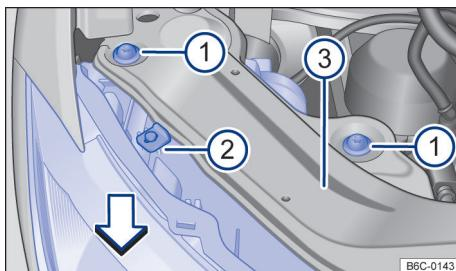

Fig. 128 No compartimento do motor: parafusos de fixação do farol dianteiro.
- Remover os parafusos de fixação → Fig. 128 ⓘ com o auxílio de uma chave torx.
- Mover o farol para frente, no sentido da seta → Fig. 128, até que os dois cliques da parte inferior desencaixem e possibilite a remoção do farol.
- Recolocar o farol cuidadosamente até que os dois cliques inferiores encaixem e o batente superior → Fig. 128 ⓘ encoste no suporte do farol ⓘ.